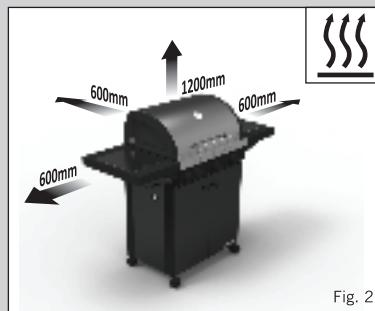

Fig. 2
- Se till att apparaten används åtskilt från brännbara material. Minsta säkerhetsavstånd är 1,2 m ovanför apparaten och 600 mm bakom och på sidorna av apparaten (se bild 2).